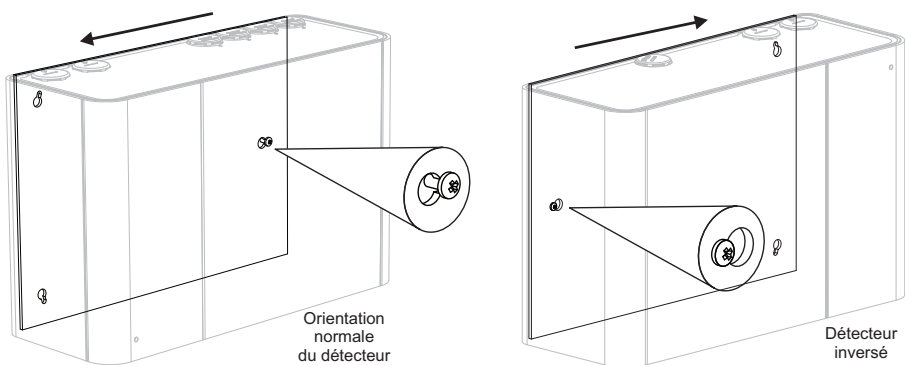

Figure 4-23: Faire glisser le détecteur vers la gauche
- Faites glisser le détecteur vers la gauche (ou vers la droite pour les détecteurs inversés) pour le verrouiller sur la vis (Figure 4-23).